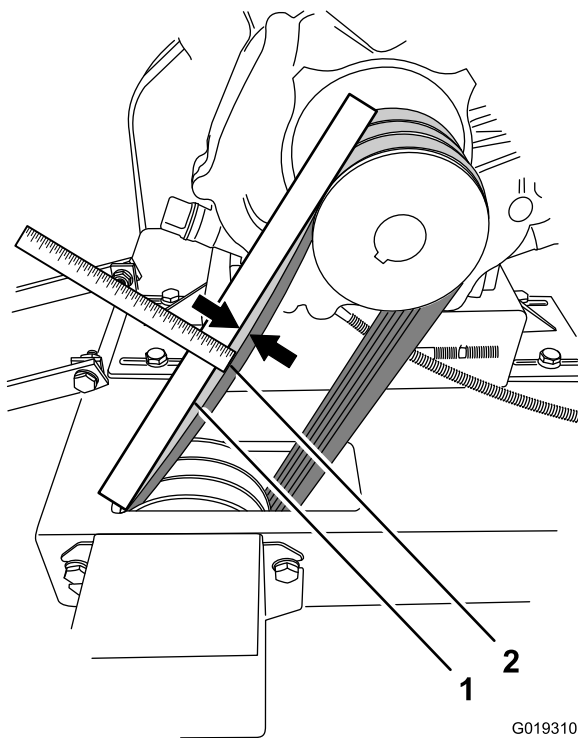

Figura 51
- Coloque una regla en cada correa y sobre las poleas del eje de transmisión y del eje del disco de corte (Figura 51).
- B. Presione hacia abajo con el dedo sobre la correa de transmisión, en el punto intermedio entre las poleas (Figura 51).
- C. Cada correa debe desviarse aproximadamente 5 mm a 2 kg (0.19 pulgadas a 4.2 libras) desde la regla (Figura 51). Si la tensión de la correa es demasiado baja o demasiado alta, ajuste la tensión de la correa; consulte Ajuste de la tensión de la correa de transmisión (página 37).